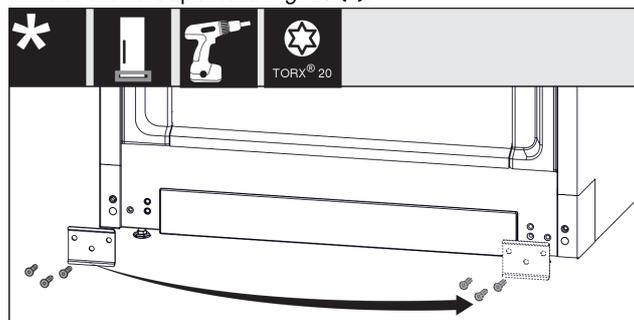

Fig. 16
- ▶ Svitare la lamiera Fig. 16 (1), girarla sull'alto lato e riavvitarla.